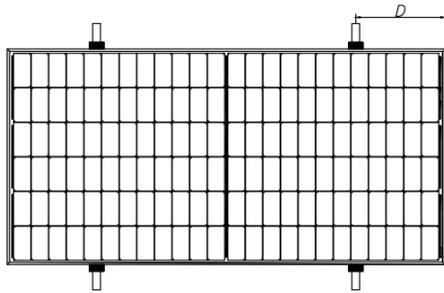
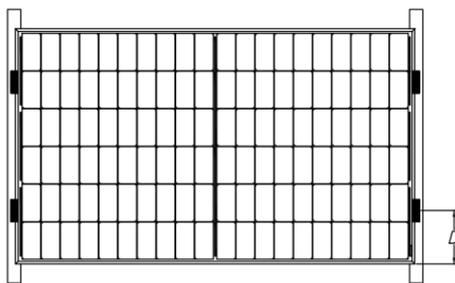
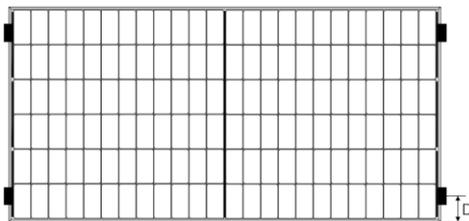

Abb. 11 Vertikale Schienen zur langen Rahmenseite
Abb. 12 Schienen, die die kurze Rahmenseite überlappen
Abb. 13 Befestigung mit vier Klemmen an der kurzen Rahmenseite
Photovoltaik-Module können quer auf dem Stützrahmen (Abb. 11) oder parallel zum Rahmen des Photovoltaik-Moduls (Abb. 12) installiert werden. PV-Module können auch mit vier Stützpunkten installiert werden (Abb. 13). Wenn Sie für den Einbau
- ⑧ Für die in Abbildung 12 gezeigte Befestigung muss die Überlappung zwischen der C-Fläche der An-